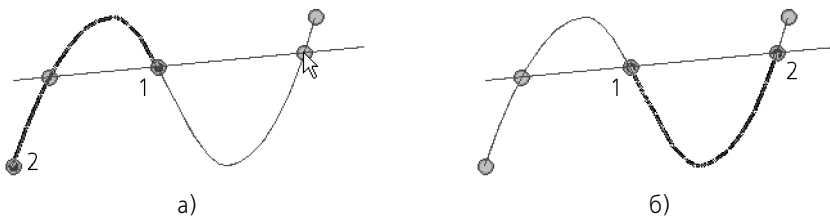

Рис. 123.15. Изменение положения точки **2**:
- ▼ Чтобы задать новую позицию точки **2**, укажите нужную точку пересечения, удерживая нажатой клавишу <Ctrl> (рис. 123.15).